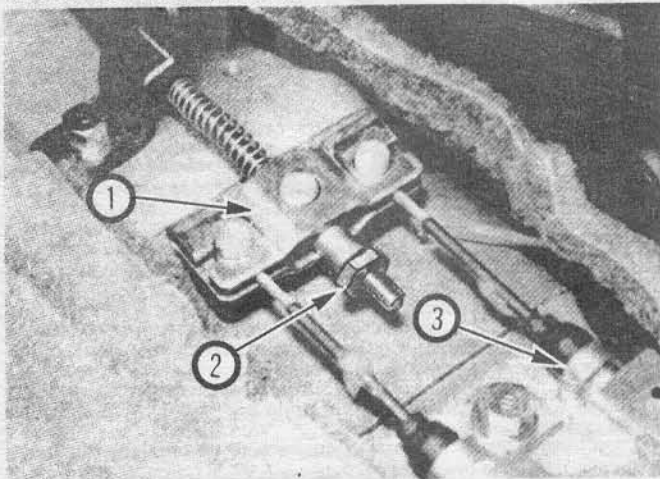

Рис. 12.4 Уравнительный механизм и регулятор стояночного тормоза: 1 - уравниватель; 2 - регулировочная гайка; 3 - зажим троса.
3. Следуя указаниям раздела 12, отпустите регулировочную гайку. Снимите зажим троса (см. рис. 12.4), отцепите трос от уравнивателя.